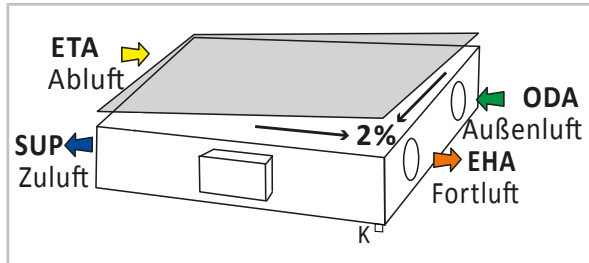

Abbildung 16: Neigung für Kondensatablauf rechts
- **Abbildung 16** zeigt ein Gerät mit Außen- und Fortluftstutzen rechts. Die Kondensat-Ableitung erfolgt über eine Neigung in zwei Richtungen zur Ecke „EHA“ - Fortluft rechts.